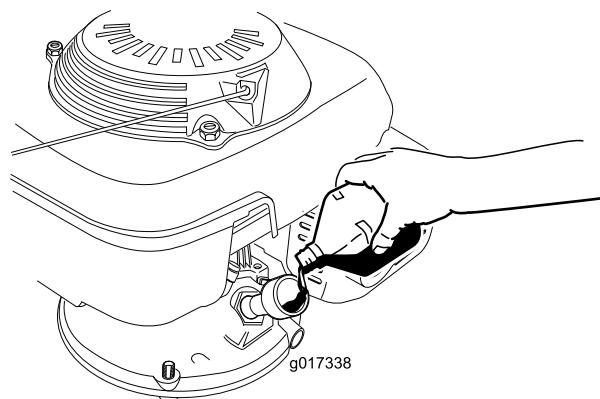

Figura 7
3. **Lentamente**, vierta aceite en el tapón de llenado de aceite, espere 3 minutos y compruebe el nivel de aceite en la varilla limpiando la varilla e insertándola **sin enroscar** en el orificio (Figura 7).